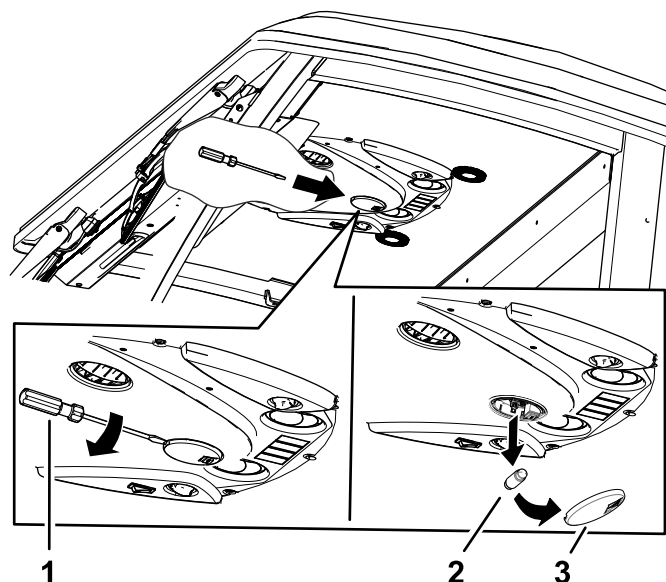

Figure 85
- Avec un tournevis, enlevez le verre du panneau de commande (Figure 85).
- Retirez l'ampoule du culot (Figure 85).